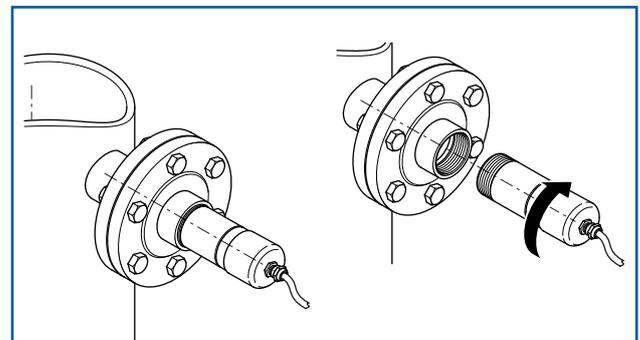

Abb. 4: Flanschmontage
- mit einem Flansch befestigt werden (Abb. 4)